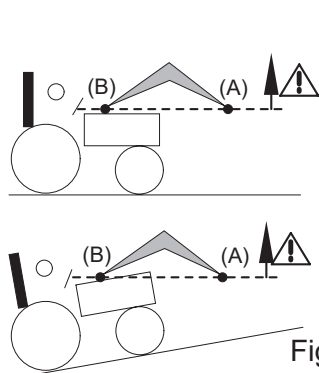

Fig. 2
- Durante a operação de levantamento e durante a deslocação, observar sempre a carga a partir do momento em que o ponto de rotação do implemento (A) ultrapassar a horizontal do ponto de rotação da pá carregadora (B) (consultar a fig. 2). Se for necessário, corrigir a posição do implemento para que a carga nunca fique direcionada para o condutor (consultar a fig. 3).
**! PERIGO:** Se a carga não estiver devidamente fixa, existe o perigo de queda da carga para o operador quando o ponto de rotação do implemento (A) ultrapassa a horizontal do ponto de rotação da pá carregadora (B) (consulte a Fig. 2).
**PERIGO:** É proibido escavar a pá carregadora quando o ponto de rotação do implemento (A) ultrapassar a horizontal do ponto de rotação da pá carregadora (B) (consulte a fig. 2).